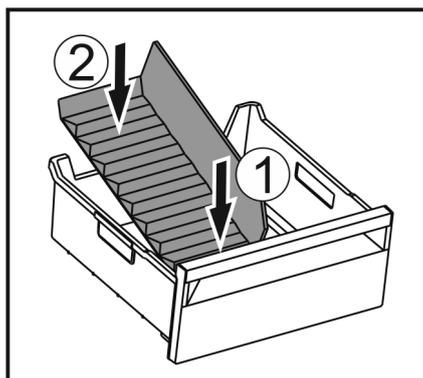

Fig. 55
- Вставити передню частину перегородки відділення для льоду. Fig. 55 (1)
- Опустити задню частину перегородки відділення до дна ящика для кубиків льоду. Fig. 55 (2)